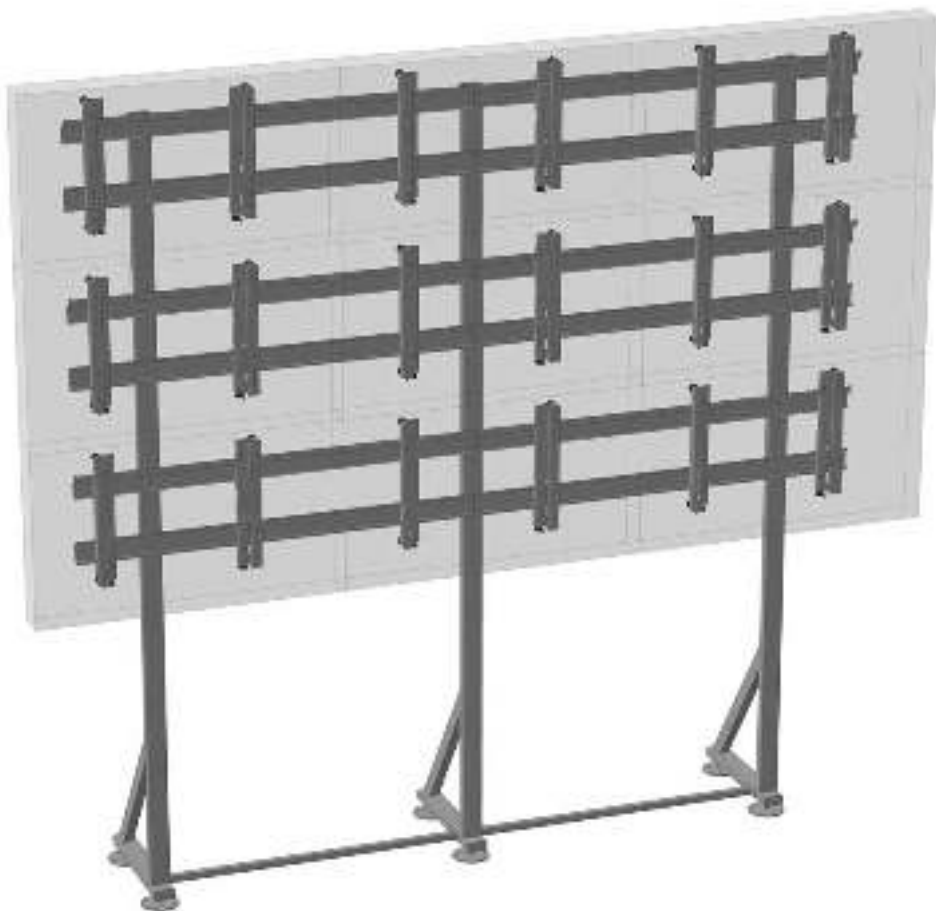

Рис. 2 Кронштейн LB-33FT в сборе
1. Распакуйте кронштейн LB-33FT (рис. 2) из типового комплекта VW3355F, соберите его согласно приложенной инструкции (см. QR код слева) по сборке и установите в месте предполагаемого размещения.